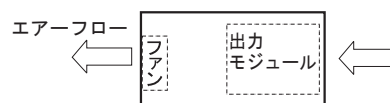
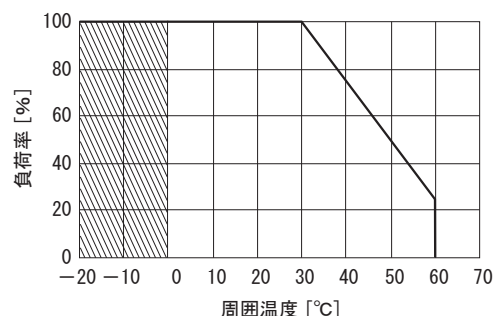

図 6.1 エアフロー (-F)
図 6.2 動作周囲温度によるディレーティング特性 (-F)
- ・標準品との相違点は図 6.1, 図 6.2 の通りです。